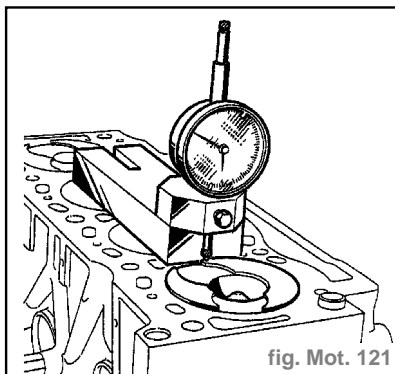

fig. Mot. 121
- Placer sur le piston l'outil **Mot. 252-01**. (fig. Mot. 121)